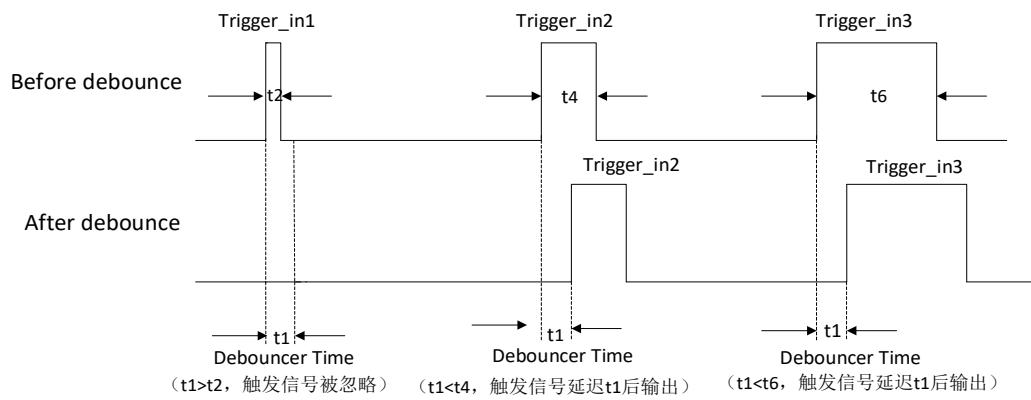

图3-28 触发输入信号去抖时序
- 防抖时间 ( $\mu\text{s}$ )：对输入的触发信号进行去抖处理，时序如图 3-28 所示。当设置的去抖时间大于触发信号脉宽时，则该触发信号被忽略；当设置的去抖时间小于触发信号脉宽时，则该触发信号延迟后继续输出。